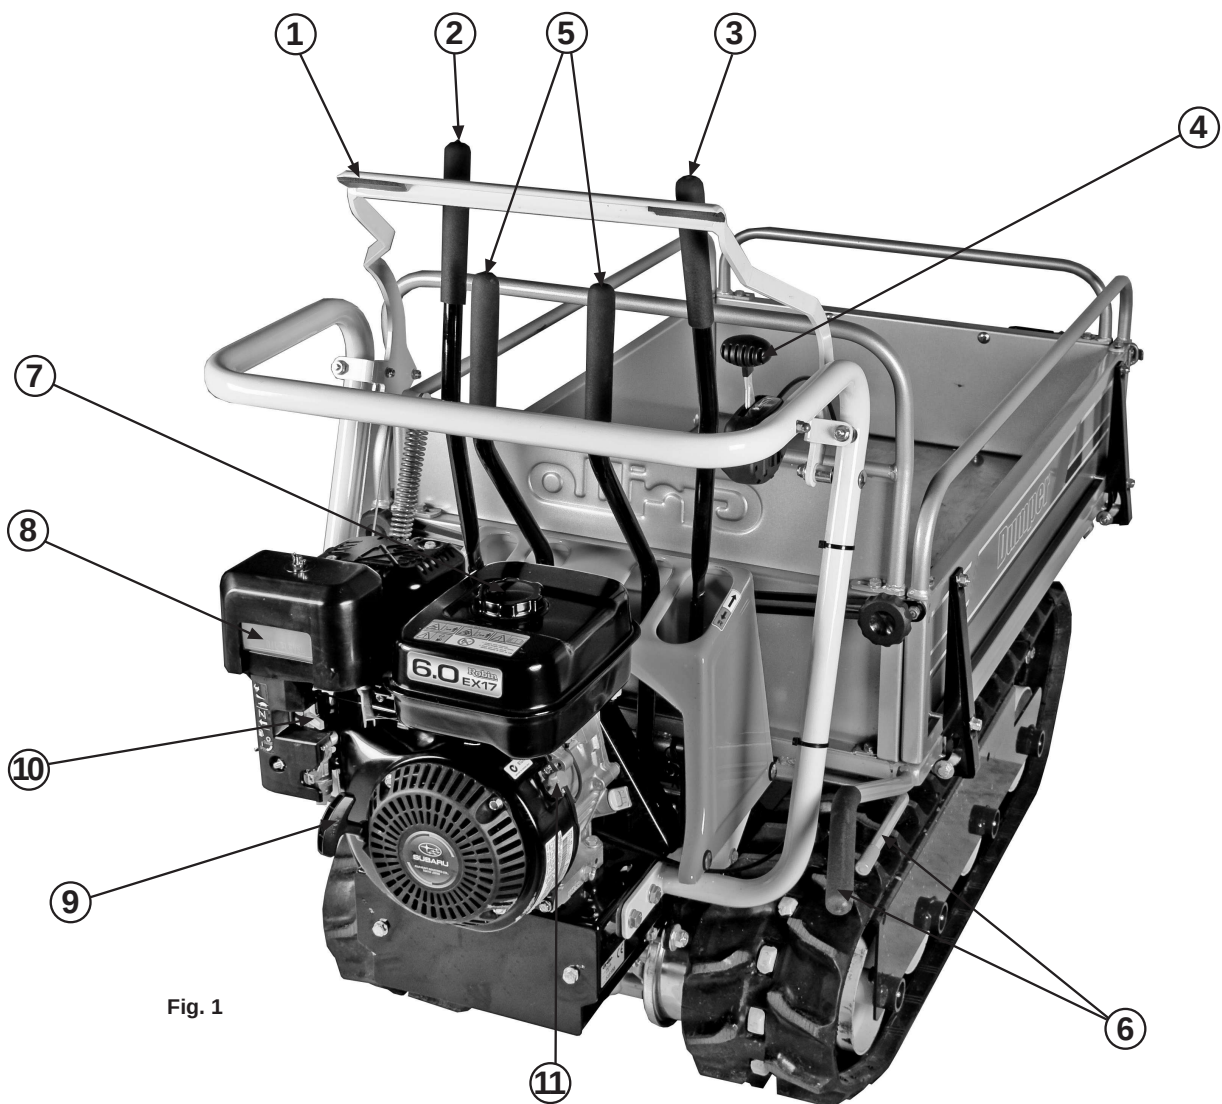

Fig. 1
- Controle el funcionamiento de las palancas de cambio y de bloqueo y asegúrese que el vagón de carga esté bien enganchado (fig. 1 n° 6).
Lleve la manija aceleradora (Fig. 1 n° 4) hasta mitad de recorrido y cierre el arrancador (Fig. 1 pos. 10).
Encienda el motor tirando fuerte la correa del arranque reversible (Fig. 1 n° 9).
Encendido el motor, abra nuevamente el arrancador (Fig. 1 n° 10) y lleve lentamente la manija aceleradora casi al “mínimo”.
Seleccione la marcha deseada actuando sobre la palanca (2) fig.1.
Si la marcha no engrana inmediatamente es suficiente dar unos pequeños golpes embrague (1) fig.1.
Acelere el motor mediante la manija aceleradora (4) fig. 1 y tire la palanca de embrague (A) fig.7: la máquina comienza a moverse.
Lleve la manija aceleradora al mínimo (4) fig. 1. Para parar el motor, empuje el interruptor paro motor (Fig. 1, rif. 11).
Si debe parar la máquina e subidas o bajadas rápidas, suelte la palanca (1) fig. 1: el transportador se bloquea automáticamente (B, fig.7). Si bien el transportador está dotado de cremallera de goma, es importante prestarle atención a las condiciones ambientales difíciles (hielo, nieve, lluvias fuertes), y a los terrenos que por constitución podrían hacerle perder estabilidad a la máquina.